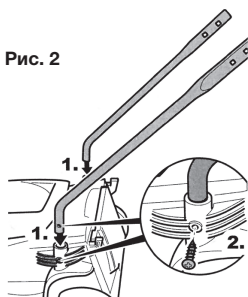

Рис. 2
3. Вставьте 2 нижние части рукоятки в отверстия на корпусе газонокосилки и зафиксируйте шурупами (рис. 2)